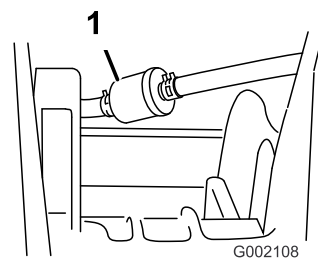

Figura 40
5. Retire os grampos que fixam o filtro de combustível às tubagens (Figura 40).